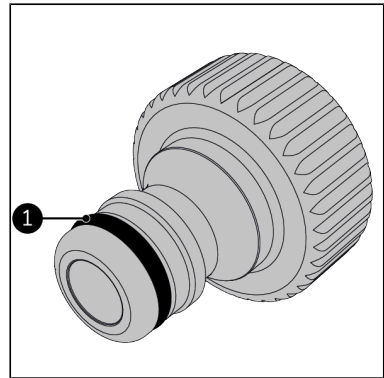

Abbildung 60.
7. Tragen Sie Vaseline auf den O-Ring der Gartenschlauchkupplung (Abbildung 60, Pos. 1) auf.